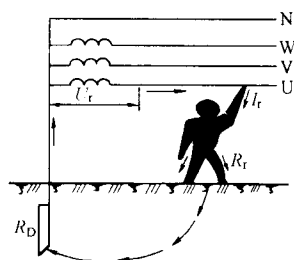

图 1-1 单相触电
(1) 单相触电。单相触电是指人体站在地面或其他接地体上，人体的某一部分触及一相带电体，电流从带电体经人体到大地（或零线）形成回路。这种触电叫单相触电，如图 1-1 所示。